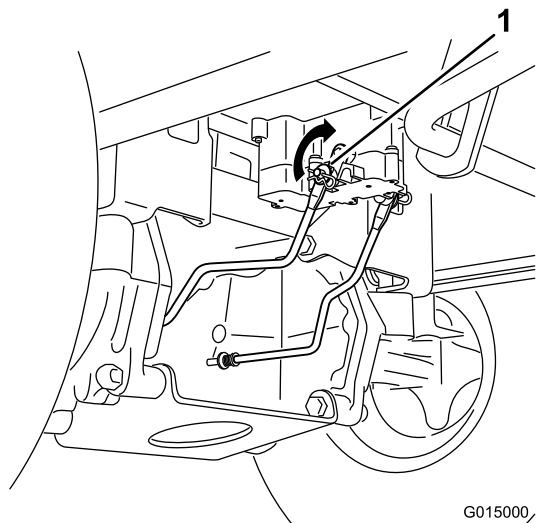

Figure 41
1. Trouvez l'arbre sur le frein électrique au point de connexion des bras de liaison (Figure 41).